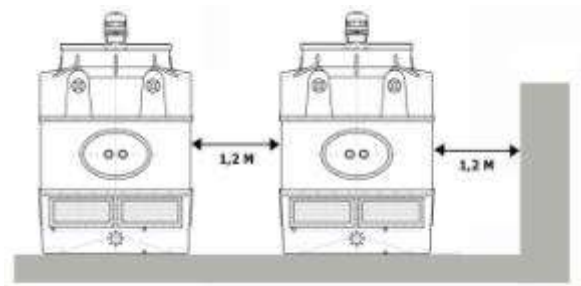

Fig. 20
d) Due to reasons of operation and maintenance, a distance of, at least, 1,2 meters must be kept between the tower and the nearby walls or between two towers (Figure 20).
d) Pour des raisons de fonctionnement et d'entretien, on doit garder, au minimum, une distance de 1,2 mètres entre la tour et les murs autour ou entre les tours elles mêmes (figure 20).